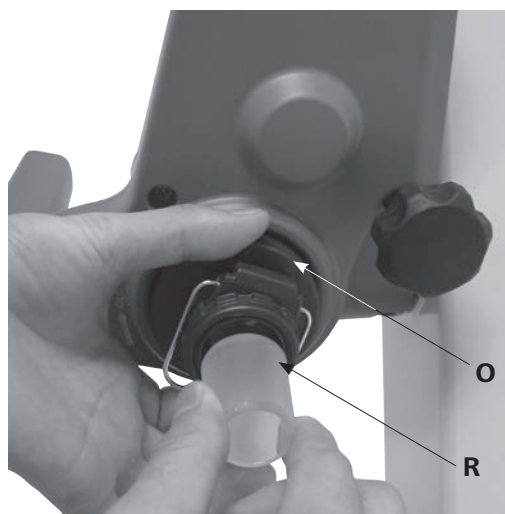

Fig.14b
- Verrouillez ensuite ce dispositif (O) d'arrêt en tournant à 60° dans le sens des aiguilles d'une montre. (Fig. 14b)